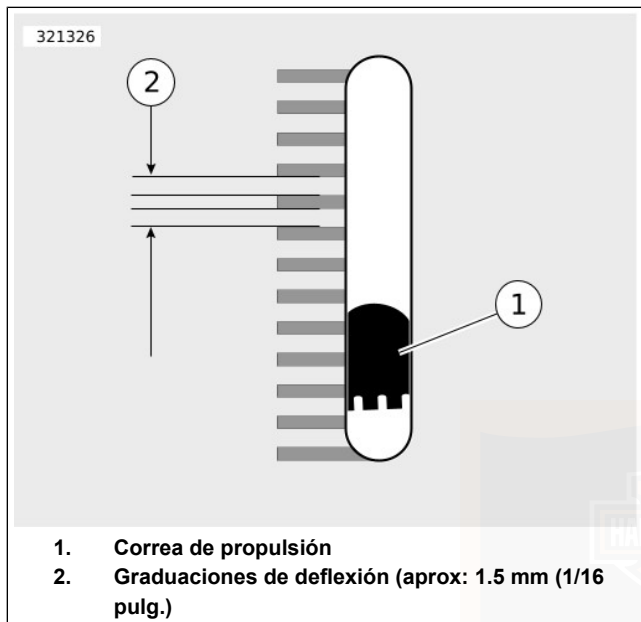

Figura 59. Ventana de la deflexión de la correa
- Modelos equipados con ventana de la deflexión de la correa:** Vea Figura 59. Mida la deflexión de la correa de acuerdo con lo visto a través de la ventana de observación, mientras sostiene el medidor para que no se mueva. Cada graduación de la deflexión es aproximadamente 1,59 mm (1/16 in).